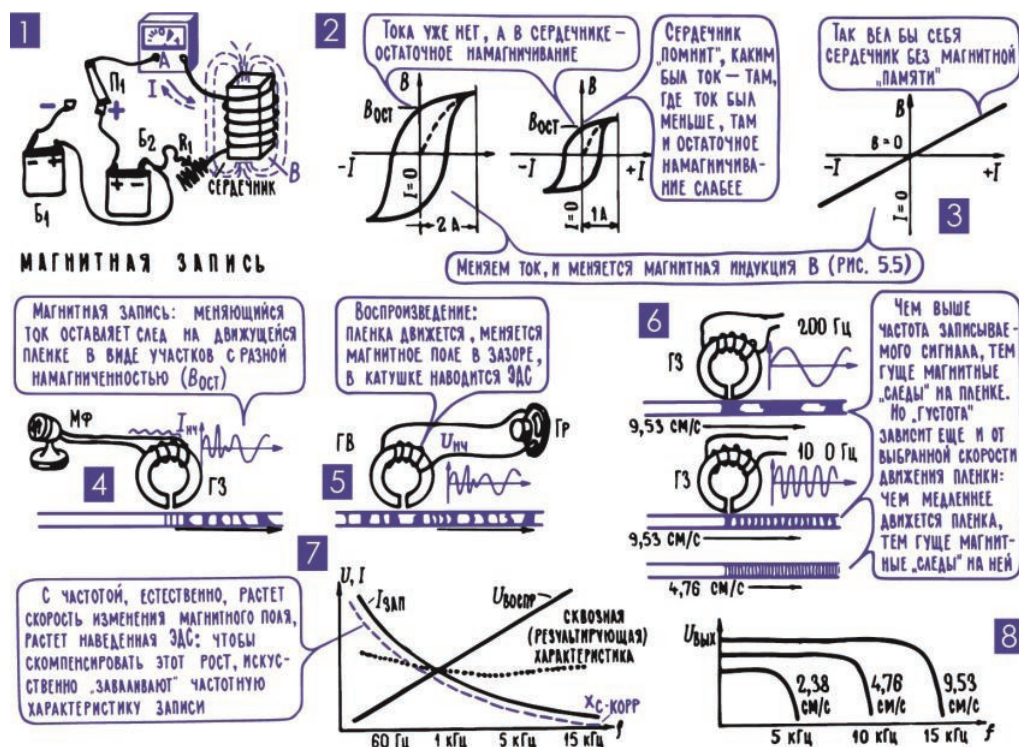

Рис. 13.13. Принципы магнитной записи
**22. Магнитная фонограмма: изменения звукового давления записаны в изменениях намагниченности участков ленты из ферромагнитного материала.** Чтобы понять физическую основу магнитной записи звука, нужно обратиться к явлению, хорошо известному из повседневного опыта, – к остаточной намагниченности. Иголочка после соприкосновения с постоянным магнитом сама намагничивается, становится своего рода постоянным магнитом. Стальной сердечник, вставленный в катушку, по которой идет постоянный ток, сохранит некоторые остаточные магнитные свойства и после того, как ток в катушке прекратится. Все это и есть остаточный магнетизм, он связан с тем, что элементарные магнитики, однажды повернувшись под действием внешнего магнитного поля (гл. 5; 6), не полностью возвращаются в исходное положение, когда это внешнее поле исчезает; нужно приложить внешнее поле обратного направления, чтобы размагнитить кусок стали. Но когда это поле исчезнет, появится остаточная намагниченность другой полярности, более слабая, чем первоначальная. Чтобы полностью размагнитить стальной предмет, его помещают в магнитное поле, созданное переменным током, и медленно вытаскивают этот предмет из меняющегося поля. Само явление остаточной намагниченности называют гистерезисом, а график, который показывает, как идет процесс намагничивания, за свою форму получил название петли гистерезиса (рис. 13.13; 2).
11 В быту это касается только высококачественных катушечных магнитофонов, причем, как правило, при достаточно высокой скорости движения ленты (19 см/с). Кассетные деки и тем более переносные магнитофоны с кассетами в принципе не могут обеспечить качество звучания, приближающееся к качеству «виниловых» проигрывателей (см. рис. 13.13; 8, а также в разделе 25 частотные характеристики записи на ленту при различных скоростях).
На графиках рис. 13.13; 2 видно, что остаточная намагнитченность  $B_{ост}$  (то есть намагнитченность после прекращения тока) будет разной при разных значениях намагничивающего тока. От этих графиков до магнитной записи звука остается буквально один шаг. К катушке, намотанной на сердечник с воздушным зазором, подводим низкочастотный переменный ток  $I_{нч}$  (рис. 13.13; 4), электрическую копию звука. Если протягивать мимо воздушного зазора стальную ленту, то меняющийся ток, точнее его меняющееся магнитное поле, создаст в различных участках ленты разную остаточную намагнитченность: в те моменты, когда по катушке шел более сильный ток, намагнитченность будет побольше; с уменьшением тока будет ослабевать и остаточная намагнитченность. В итоге изменения намагнитченности стальной ленты будут точно повторять изменения тока (а значит, звукового давления) во времени. Так же, как на пластинке, летопись звука
Замыкаясь через участок пленки, прилегающий к узкому зазору, магнитное поле оставляет на пленке очень узкий след, и запись ведется экономно, мелкими штрихами. А значит, пленку можно протягивать довольно медленно и на сравнительно небольшом куске пленки долго вести запись (рис. 13.13; 6).
**25. Верхняя граничная частота записи определяется скоростью движения пленки и шириной рабочего зазора в головках.** Владельцу магнитофона во всех случаях хотелось бы, чтобы пленка двигалась как можно медленнее, то есть чтобы одна кассета или катушка с пленкой звучала как можно дольше. Но скорость движения пленки нельзя выбирать произвольно, она определяет ту наибольшую частоту, которую удастся записать на фонограмме и которая определяет качество звучания магнитофонной записи. Чем более высокую частоту мы хотим записать, тем больше должна быть скорость пленки. Практически эту скорость выбирают с таким расчетом, чтобы фонограмма одного колебания самой высокой записываемой частоты по длине пленки занимала больше места, чем сам зазор магнитной головки (рис. 13.13; 6).
стандартом скорости удастся получить такие предельные частоты записи и воспроизведения: скорость 19,05 см/с – предельная частота около 18 кГц, скорость 9,53 см/с – частота 12,5 кГц, скорость 4,76 см/с – примерно 8 кГц и скорость 2,38 см/с – предельная частота около 5 кГц. Во многих магнитофонах предусмотрены две, а то и три скорости записи и воспроизведения, и, конечно, при меньшей скорости пленки звучат дольше, а частотная характеристика в области высших частот «кончается» раньше (рис. 13.13; 8). Нужно сказать, что магнитная пленка постепенно стирает головку, и ее характеристики в какой-то степени меняются.